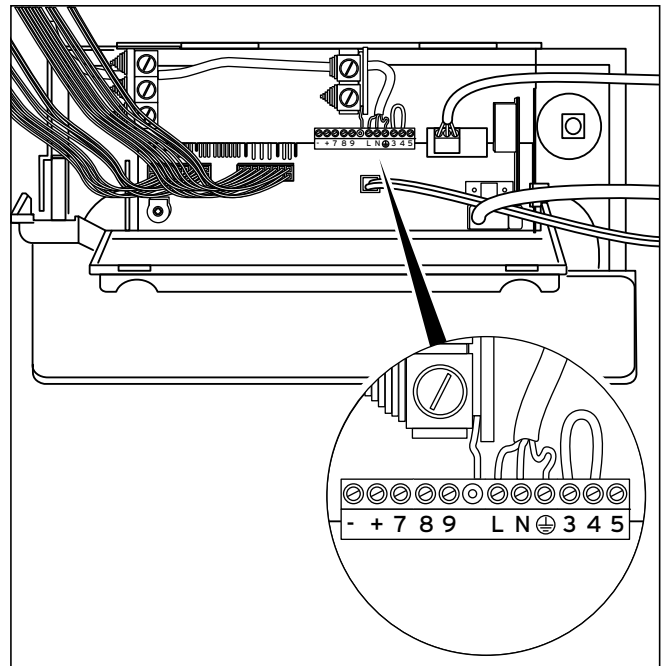

Abb. 5.13 Beispiel für Kabelführung
- Schließen Sie die Anschlusskabel entsprechend Tab. 5.2 und Abb. 5.13 an die entsprechenden Schraubklemmen an der Elektronik an.